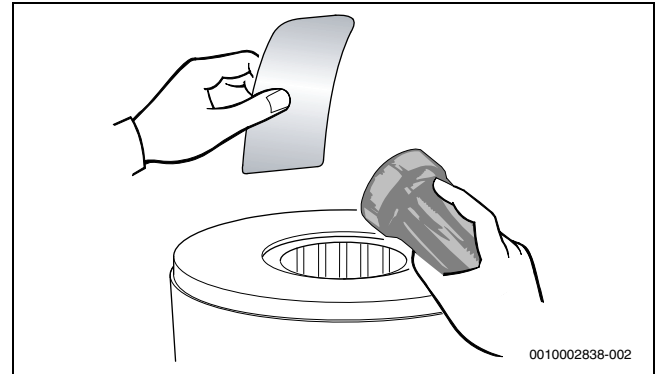

Bild 169 Wärmeblock auf Rückstände prüfen
- ▶ Wärmeblock erneut auf Rückstände prüfen (→ Bild 169).